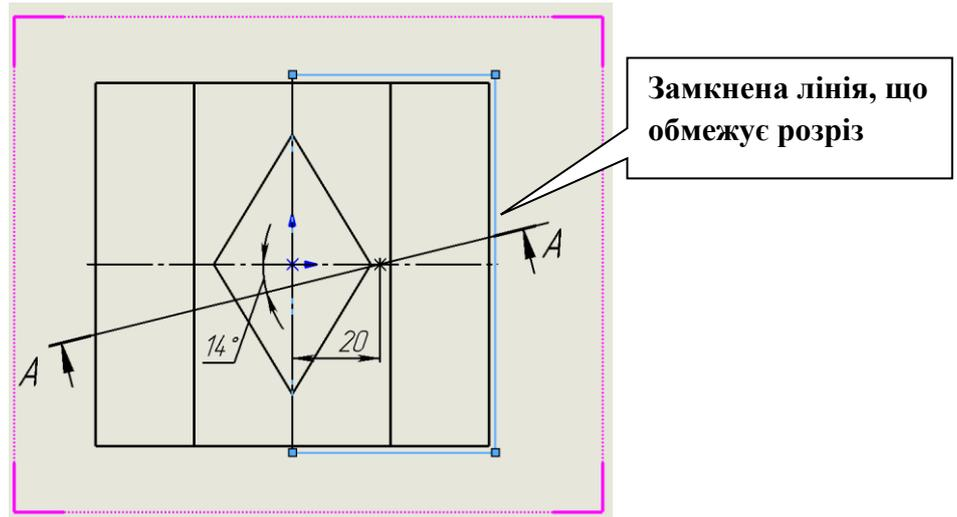

Рисунок 4.16 – Побудова контуру, що обмежує розріз
- натиснути команду **Прямокутник** інструментальної панелі **Ескіз** та побудувати прямокутник так, щоб він охопив частину виду, замість якої необхідно отримати розріз (рис. 4.16);